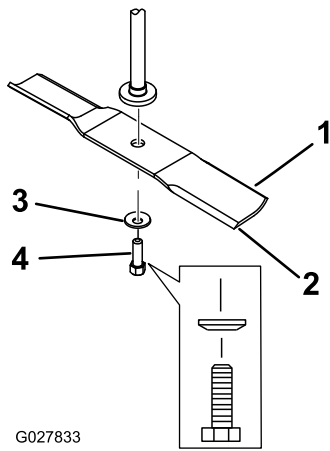

Figura 63
2. Retire del eje el perno de la cuchilla, la arandela curva y la cuchilla (**Figura 63**).
- Instale la cuchilla en el eje (Figura 63).
- Instale la arandela curva (con la copa hacia la cuchilla) y el perno de la cuchilla (Figura 63).